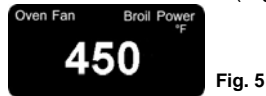

Fig. 5
- Appuyez trois fois sur le bouton Four pour sélectionner le gril à convection. La température par défaut s'affiche à l'écran. (Fig. 5)